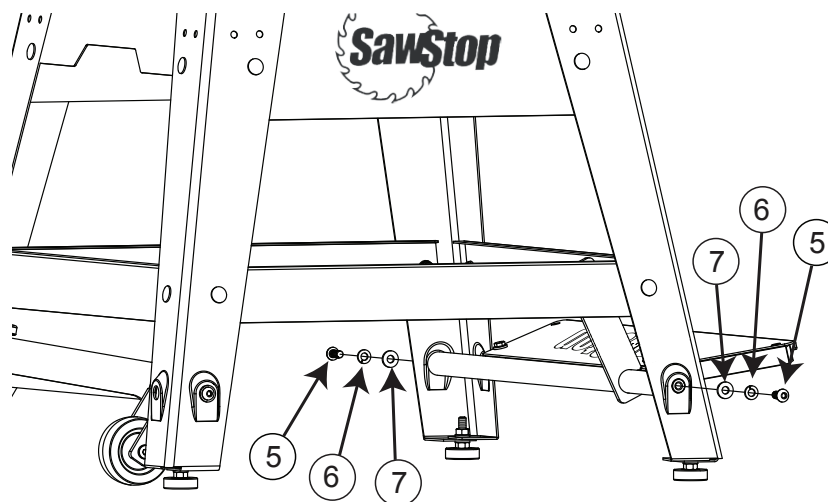

Fig. 7
7. Chaque extrémité du support de roulette présente une saillie cylindrique. Montez le support de la roulette sur le côté droit du support en insérant les saillies cylindriques dans les trous de montage correspondants dans les pieds du support, puis fixez le support à l'aide de deux vis à tête creuse M8 x 20, de deux rondelles de loquet M8, et deux rondelles M8, comme illustré à la fig. 7. Serrez à fond les deux vis à tête creuse M8 x 20 à l'aide d'une clé hexagonale de 5 mm. Assurez-vous que le logo SawStop sur la plaque de support est orienté vers le haut et que le levier de liaison est à l'intérieur du support.